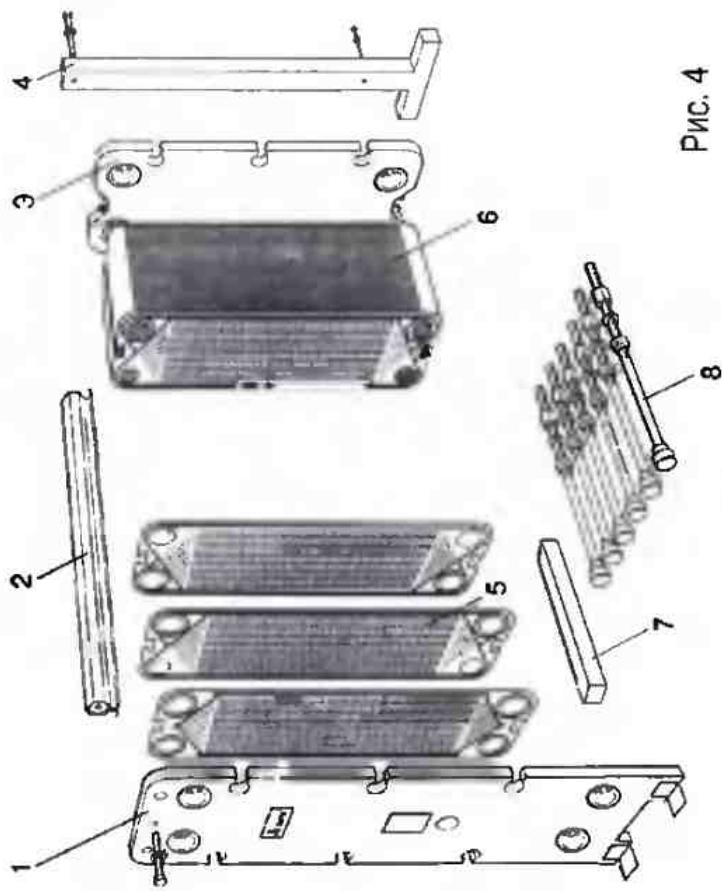

Рис. 4
Рама теплообменника (Рис. 4) состоит из неподвижной плиты (1), стойки (4), верхней (2) и нижней (7) направляющих, подвижной плиты (3) и комплекта стяжных болтов (8).